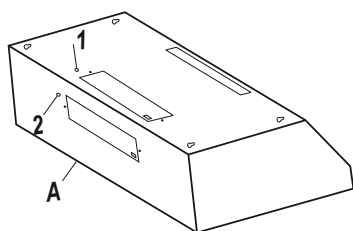

Fig. 13
- Escoja el orificio eléctrico preperforado apropiado a ser retirado para su tipo de instalación. Utilice el orificio superior (1) si el suministro eléctrico está en la alacena, y el orificio posterior (2) si el suministro eléctrico está en la pared que se encuentra debajo de la alacena (consulte la Fig. 13).